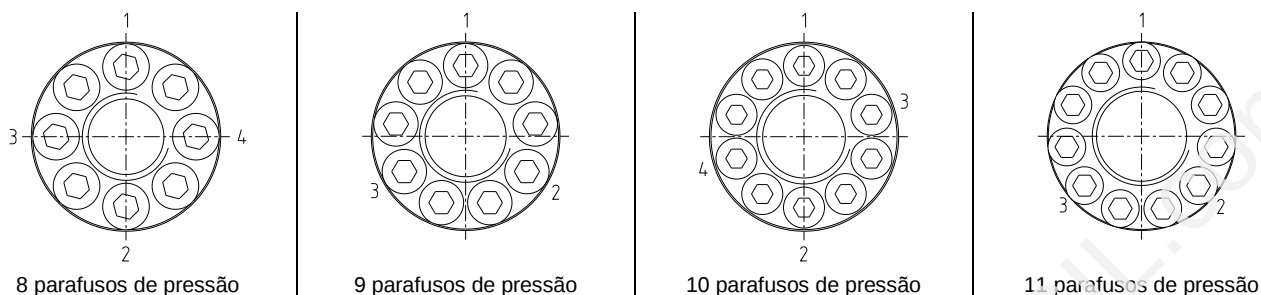

Figura 31: aperto dos parafusos de pressão
- Apertar os parafusos de pressão indicados na figura 31 manualmente.
- Apertar estes parafusos (ver figura 31) até a metade do torque indicado na tabela 11 e só depois apertá-los conforme os valores indicados na tabela 11.